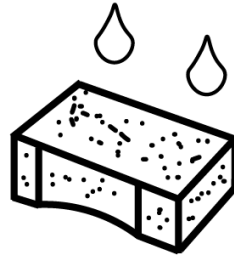

Abbildung 21
- Ölen Sie den Filter sorgfältig, Abb. 21. Verwenden Sie Motoröl.